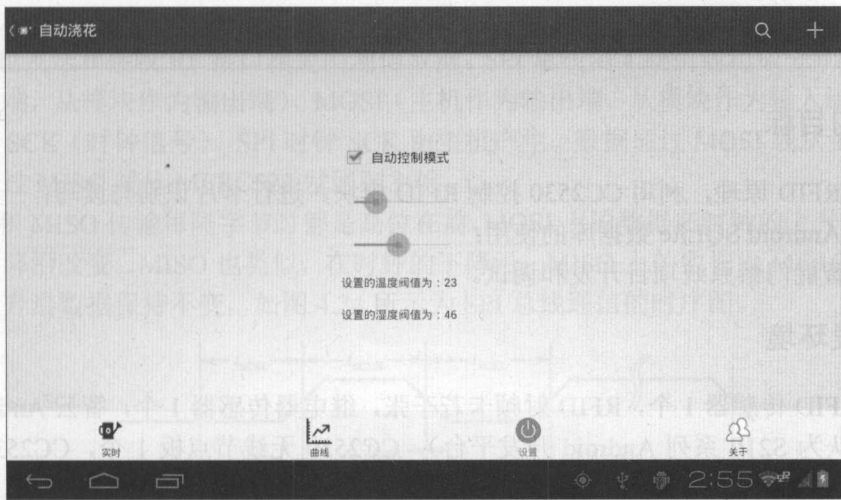

图 4.21 直流电机自动控制
(6) 滑动或单击切换至“设置”页面，选择自动控制模式，设置温湿度阈值，即可实现当温度过高或者湿度过低时自动开启电机的功能，设置界面如图 4.21 所示。